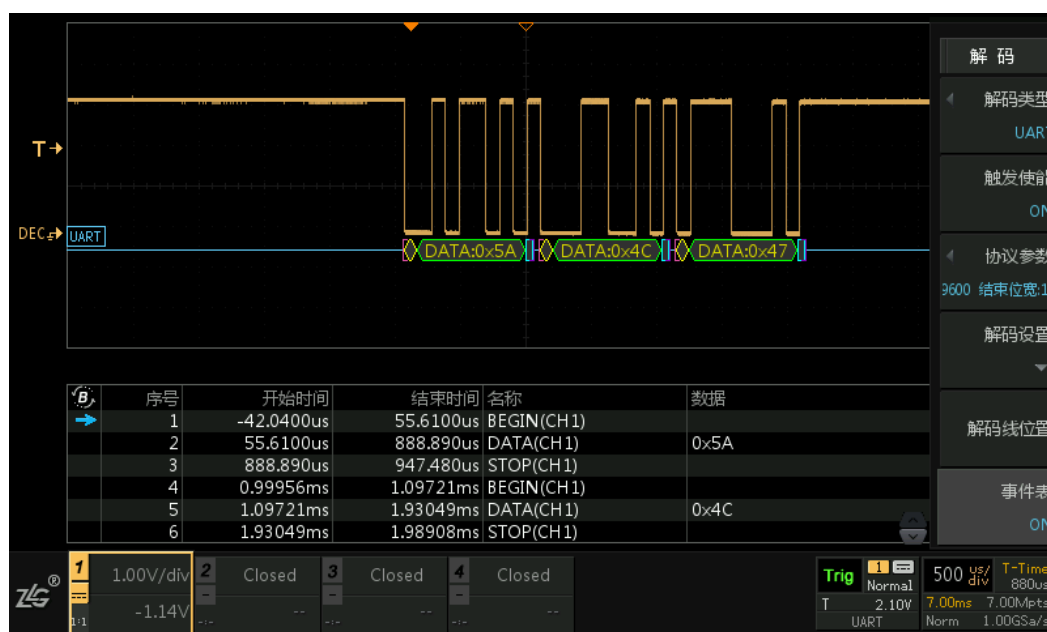

图 14.27 UART 协议触发与解码
- 7、按下【事件表】软键，使其显示“ON”，用户可以通过查看事件表更清晰地了解 UART 协议信号。同时可以通过旋转旋钮 B 来查看各个事件，在停止状态下，短按旋钮 B 可定位到选中的解码事件。如图 14.27。在停止状态下可点击【事件导出】，具体可参考 16.2.2 报表生成。
- 8、UART 协议触发设置条件为 8 位数据位宽，触发数据为 0x5A（字符显示为 Z），波特率为 9600，1 位结束位宽，无校验模式，数据模式为默认的 LSB，电平无反相。由图 14.27 中所示可知 UART 协议触发点准确定位在数据 0x5A。